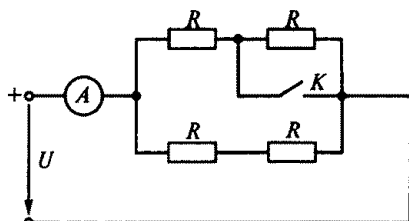

Рис. 33
1.47. Какой ток покажет амперметр после замыкания ключа K на рис. 33, если при разомкнутой цепи он показывал 9 А, а все резисторы в схеме имеют одинаковое сопротивление R ?